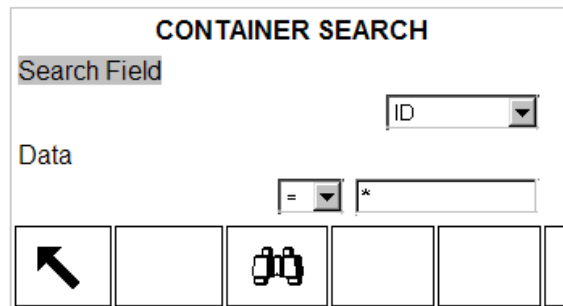

Abbildung B-1: Bildschirm Container-Taratabellensuche
1. Drücken Sie den Softkey CONTAINER-TARATABELLE , um den Bildschirm Suchen anzuzeigen (siehe Abbildung B-1).
2. Drücken Sie den Soffkey **TABELLE ANZEIGEN** . Der Bildschirm Suchen wird eingeblendet (Abbildung B-1).
4. Der Bildschirm Tabellensuche wird eingeblendet. Dieser Bildschirm ist in Abbildung B-1 dargestellt.